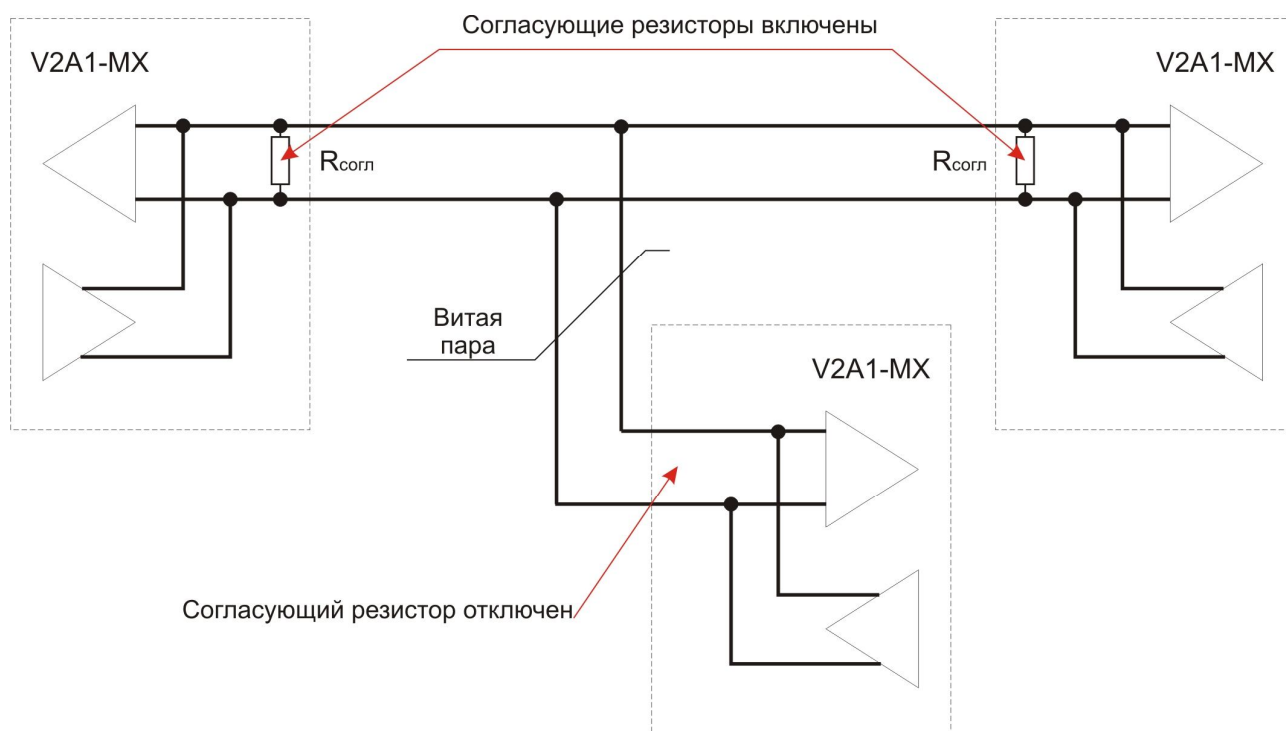

Рисунок 15 - Пример использования согласующих резисторов в полудуплексном режиме RS-485
8.5.2.7 «Согласование RS-485» - включением или отключением согласующих резисторов можно значительно уменьшить помехи на линии связи, вызванные эффектом отражения сигнала от дальнего конца линии, и правильно сконфигурировать сети для передачи данных по интерфейсу RS-485 (см. Рисунок 15).